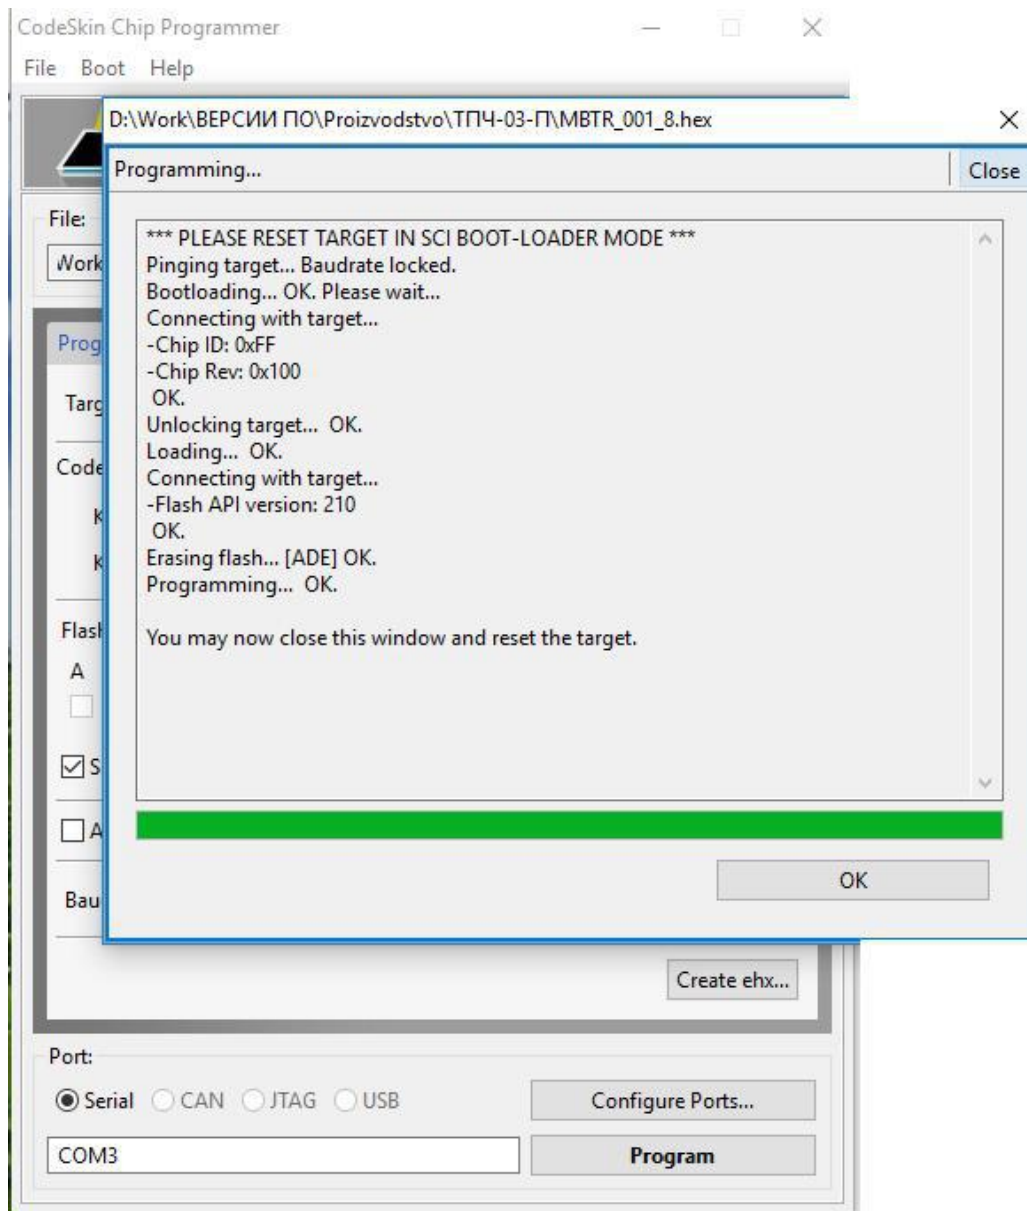

Рис. 7 – Окончание программирования
7. По окончании программирования (см. рис.7) отключить питание снять переключки отключить кабель программирования. Подключить драйверные кабели к системе управления. X15, X16.